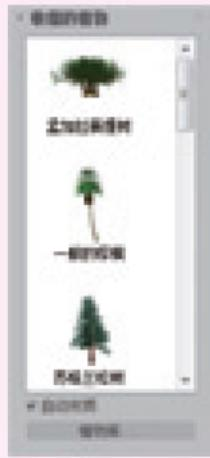

图4-65 【收藏的植物】卷展栏
**【收藏的植物】卷展栏：**该卷展栏中有3ds Max 2018自带的13种植物造型，如图4-65所示。在【收藏的植物】卷展栏中单击【植物库…】按钮，打开【配置调边板】对话框，里面有植物对象的详细信息。